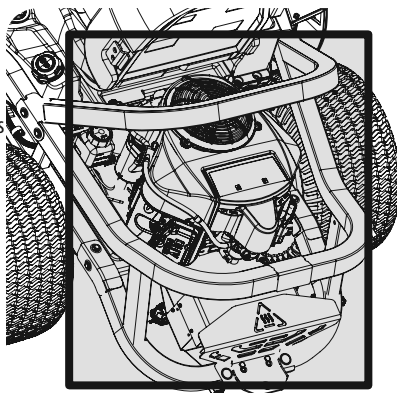

Figura 33
- Mantenga ambos lados de las ranuras de enfriamiento de la transmisión, el colector de escape, todo el cableado y los arneses de cables, el tubo del silenciador, el protector del silenciador, los filtros de admisión del motor y las aletas de refrigeración, etc. libres de residuos de pasto y hojas. Consulte la Figura 33.